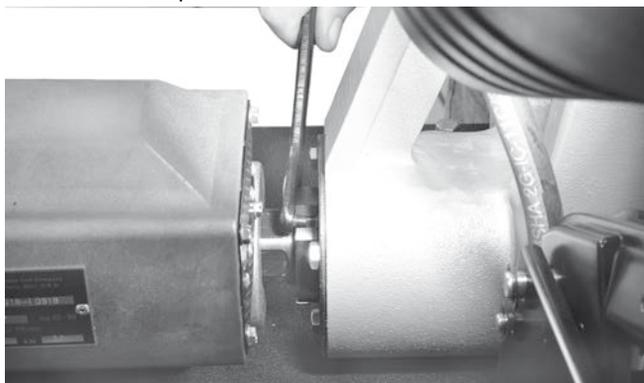

Рис. 25 - Откручивание и снятие гайки крепления приводного вала
- Снимите приводной вал с передней части желобонакатчика (рис. 25).
4. С помощью ключа снимите гайку крепления подшипника приводного вала (рис. 25).